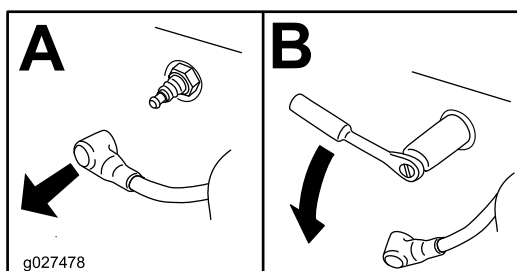

Figura 50
4. Retire a vela de ignição (**Figura 50**).